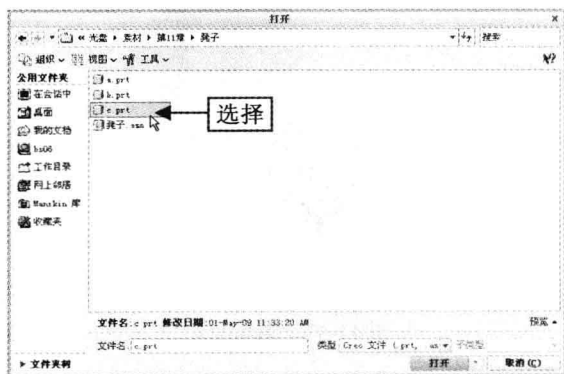

图 11-60 选择合适的零件
Step 04 单击“打开”按钮 , 弹出“打开”对话框, 在其中选择合适的零件, 如图 11-60 所示。